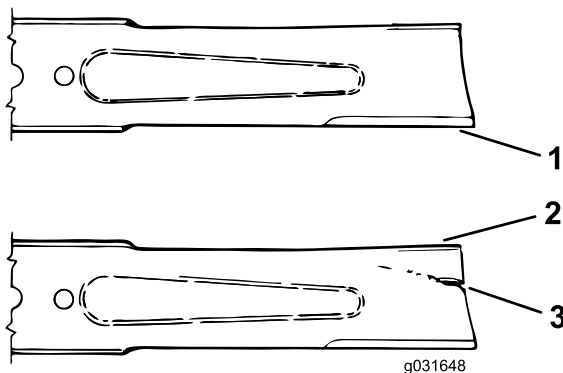

Figura 75
- Examinai cu atenție capetele de tăiere ale lamei, în special acolo unde se întâlnesc părțile plate i curbate ale lamei (Figura 75).